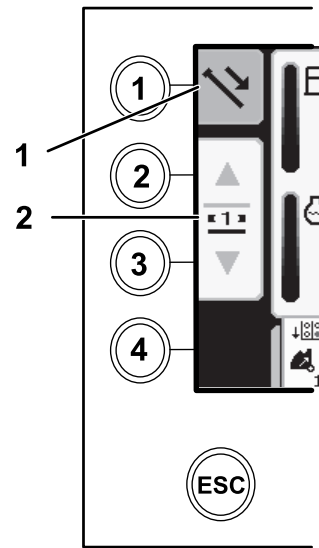

Bild 24
1. Drücken Sie die Taste 1, um Rohrschieben (Bild 24) auszuwählen.
2. Drücken Sie die Tasten 2 und 3, um die Reihe auszuwählen, von der Sie das Rohr holen möchten (Bild 24).